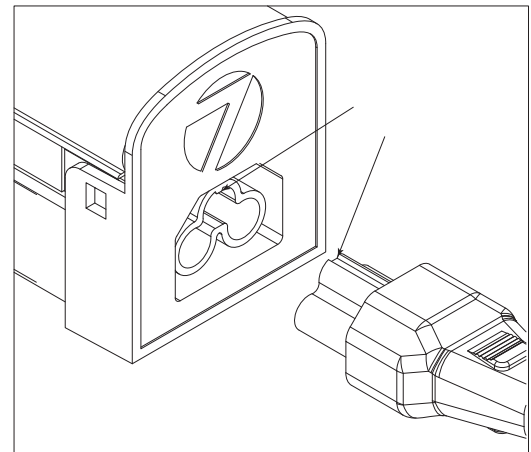

Figure 6
Note: One end of fixture contains a "Keyed" port (6). Make sure the slotted end of connector is being installed into the end. **See Fig. 6.**
14. Once all fixtures have been installed- reinstall Port covers (9) on any open fixture ports.
Nota: Un extremo del montaje incluye el puerto con chaveta (6). Asegúrese de que el extremo ranurado del conector se instale en el extremo. **Vea Fig. 6**
14. Una vez que todos los montajes se instalen, vuelva a instalar las cubiertas del puerto (9) en cualquier puerto de montaje abierto.
13. Montez le reste des luminaires tel qu'indiqué dans les étapes précédentes au moyen du connecteur de ligne inclus ou d'un câble de rallonge optionnel de 18 po Remarque : Si les luminaires sont liés au moyen du connecteur de ligne (11), insérez le connecteur dans le luminaire installé précédemment et connectez le luminaire suivant au connecteur. Tout en retenant le luminaire - marquez les endroits des trous pour les vis de montage. Pour faire tourner vos luminaires, installez-les simplement près du coin, et utilisez le câble de rallonge optionnel de 18 po pour rattacher le reste des luminaires à la chaîne.
Remarque : Une extrémité des luminaires contient un port « à détrompeur » (6). Assurez-vous que l'extrémité fendue du connecteur y soit installée. **Voir Fig. 6.**
14. Une fois tous les luminaires installés - réinstallez les couvercles des ports (9) sur tout port ouvert des luminaires.
10. Once all fixtures have been installed- re-install Port covers (9) on any open fixture ports.
Vea Fig. 6.
Voir Fig. 6.